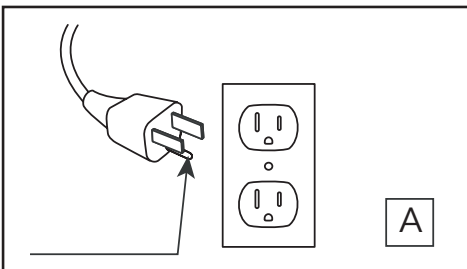

Fig.1
| <p>6. Do not operate any heater with a damaged cord or plug or after the heater malfunctions, has been dropped or damaged in any manner. Discard heater, or return to authorized service facility for examination and/or repair.</p> <p>7. Do not use outdoors.</p> <p>8. This heater is not intended for use in bathrooms, laundry areas and similar indoor locations. Never locate this appliance where it may fall into a bathtub or other water container.</p> <p>9. Do not run cord under carpeting. Do not cover cord with throw rugs, runners or the like. Arrange cord away from traffic areas and where it will not be tripped over.</p> <p>10. To disconnect heater, turn controls to off, and turn off power to heater circuit at main disconnect panel (or operate internal disconnect switch if provided).</p> <p>11. Connect to properly grounded outlets only. This heater is for use on 120 volts. The cord has a plug as shown at A in Fig. 1. Do not use a 2 prong adapter. Never use with an extension cord or relocatable power tap (outlet/power strip).</p> | <p>6. Ne faites pas fonctionner un appareil dont le cordon ou la fiche est endommagé ou après un dysfonctionnement, une chute ou un dommage quelconque de l'appareil. Mettez l'appareil au rebut ou retournez-le à un centre de service agréé pour examen et/ou réparation.</p> <p>7. N'utilisez pas cet appareil à l'extérieur.</p> <p>8. Cet appareil n'est pas conçu pour être utilisé dans une salle de bains, une salle de lavage ou tout autre endroit humide semblable. Ne placez jamais cet appareil à un endroit où il risquerait de tomber dans une baignoire ou un autre contenant rempli d'eau.</p> <p>9. Évitez de placer le cordon sous un tapis. Ne couvrez pas le cordon avec une carpe, un tapis de passage ou un autre article semblable. Placez le cordon dans un endroit peu passant et où il ne pourra pas être accroché.</p> <p>10. Pour débrancher le chauffe-eau, mettez les commandes à l'arrêt et coupez l'alimentation du circuit du chauffe-eau au niveau du panneau de déconnexion principal (pour faire fonctionner l'interrupteur de déconnexion interne s'il est fourni).</p> | <p>5. Siempre desenchufe este electrodoméstico cuando no lo use.</p> <p>6. No opere ningún calentador después de que el cable de alimentación o el enchufe estén dañados, o que el calentador esté defectuoso, caído o dañado de alguna manera. Deseche el calentador o devuélvalo a un centro de servicio autorizado para su inspección y / o reparación.</p> <p>7. No lo use en exteriores.</p> <p>8. Este calentador no se debe usar en el baño, lavadero y en espacios húmedos similares interiores. Nunca coloque este calentador donde se pueda caer dentro de una bañera u otro contenedor de agua.</p> <p>9. No coloque el cable debajo de una alfombra. No cubra el cable con alfombras, tapetes o similares. Coloque el cable lejos de zonas de tránsito en donde nadie se pueda tropezar y caer.</p> <p>10. Para desconectar el calentador, apague los controles y apague la fuente de alimentación del circuito del calentador en el disyuntor principal (para operar el interruptor de desconexión interno si se proporciona).</p> |
11. Brancher uniquement dans une prise de courant munie d'une mise à la terre. Cet appareil de chauffage a été conçu pour être utilisé sous une tension de 120 V. La fiche du cordon est montrée à la figure 1 en A. Ne pas utiliser d'adaptateur de 3 broches à 2 broches. Ne jamais utiliser avec une rallonge ou une barre d'alimentation (multiprises).
11. Conectar solamente a una toma de corriente con conexión a tierra adecuada. Este calentador debe utilizarse con 120 voltios. El cable incluye un enchufe tal como se muestra en la figura A en la Fig.1. No utilice un adaptador de 2 clavijas. Nunca use un cable de extensión o tomas de alimentación reubicable (enchufes/regletas).